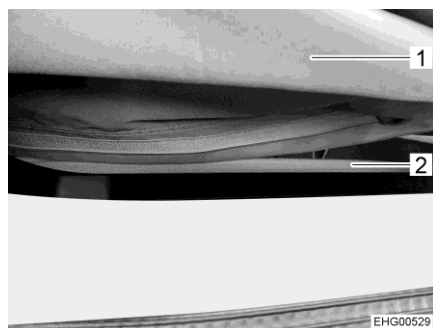

Bild 49 Dragkedja
- Öppna dragkedjan helt (Bild 49,2) på undersidan av blåsbälgen (Bild 49,1).